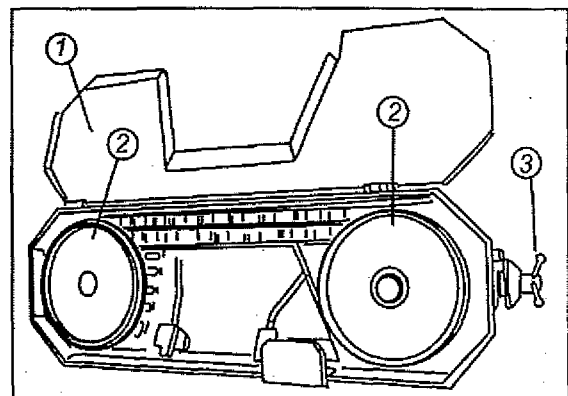

Fig.10
- Desenganche y levante la protección de seguridad del volante (1 Fig.10).
- Afloje la cinta utilizando el volante (3 Fig.10);
- Retire la cinta desgastada de los discos de giro (2 Fig.10) y extráigala de las guías de cinta;
- Apriete la cinta utilizando el volante (3 Fig.10);